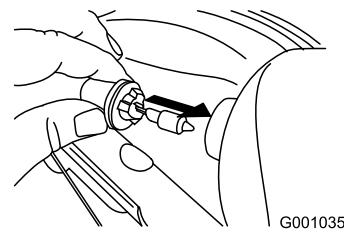

Рисунок 55
- Вставьте новую лампу в тыльную часть фары (Рисунок 55).